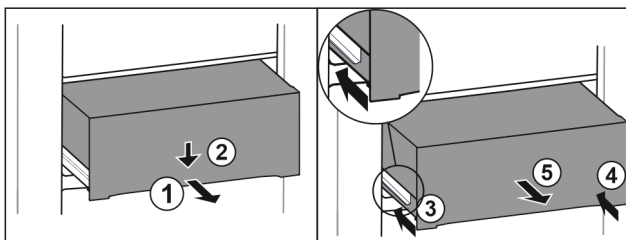

Fig. 133
- Tirer le tiroir jusqu'à mi-chemin. Fig. 133 (1)
- Appuyer sur l'avant du tiroir vers le bas. Fig. 133 (2)
- Insérer le rail gauche d'env. 2 cm. Fig. 133 (3)
- Insérer le rail droit d'env. 2 cm. Fig. 133 (4)
- Retirer le tiroir par l'avant. Fig. 133 (5)